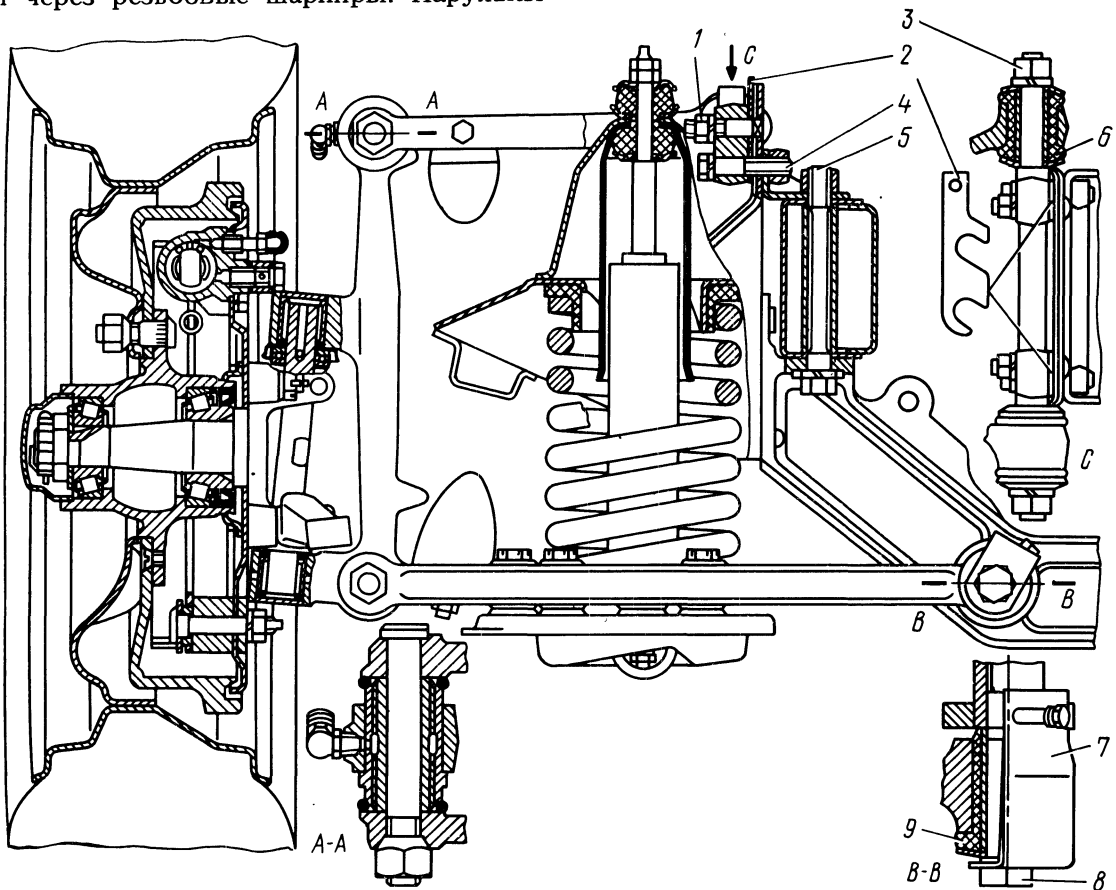

Рис. 135. Передняя подвеска:
Передняя подвеска автомобиля (рис. 135) — независимая, шкворневая, пружинная, рычажная (с поперечным расположением рычагов), с двумя телескопическими амортизаторами двухстороннего действия; смонтирована на съемной поперечине и представляет собой самостоятельный узел.
Регулировка развала и продольного наклона шкворней осуществляется изменением количества регулировочных прокладок 2 (см. рис. 135).
числа прокладок 2 (см. рис. 135) спереди и сзади на одинаковую величину развал увеличивается (или становится положительным) и, наоборот,
— проверить резьбовые крепления верхних и нижних рычагов передней подвески. Пальцы 8 (см. рис. 135) оси нижних рычагов после снятия стопорных пластин 7 должны быть затянуты моментом 18 — 20 даН·м (18 — 20 кгс·м), гайки 3 оси верхних рычагов — моментом 7 — 9 даН·м (7 — 9 кгс·м);
4. Ослабить гайки 1 и болты 4 (см. рис. 135) крепления оси верхних рычагов для освобождения регулировочных прокладок 2.